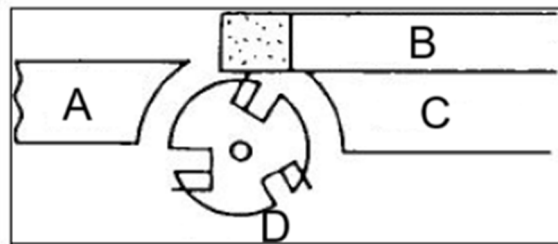

Figure 22
3. Pour protéger la table d'alimentation des rayures, recouvrez partiellement la pierre à affûter avec du papier (Figure 22).